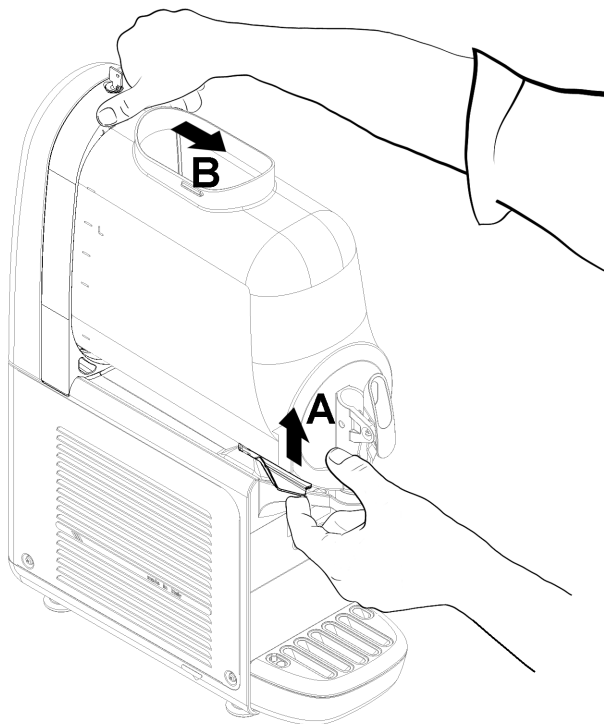

figura 10
**2** Para desmontar el recipiente es necesario empujar hacia arriba la palanca correspondiente A (ver figura 10) y luego